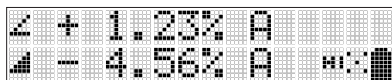
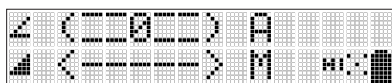

Bild 5 Standarddisplay horisontell
Bild 6 Standard display vertikal
När temperaturreferenskontrollen är avslutad visas standarddisplayen och symbolerna för automatisk (A) blinkar tills självnivelleringen är klar. När A-symbolerna är solida, börjar lasern rotera. Se bild 5 för horisontell och bild 6 för vertikal.